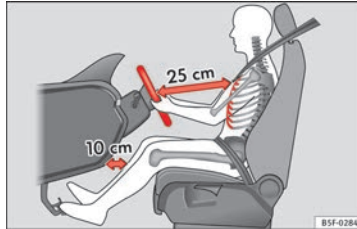

Bild 75 Rätt avstånd mellan föraren och rat-
- Ställ in ratten så att det finns ett avstånd på minst 25 cm mellan rattet och mitten på din bröstorg » **bild 75**.
- Ställ in förarsätet så att det är ett avstånd på minst 25 cm mellan mitten på bröstorg och mitten på rattet » **bild 75**. Om avståndet »